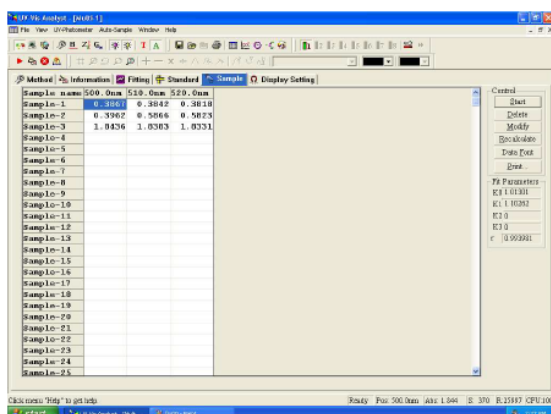

Fig. 4-5
9. Repita los pasos 7-8 para medir todas las muestras (Fig 4-5).